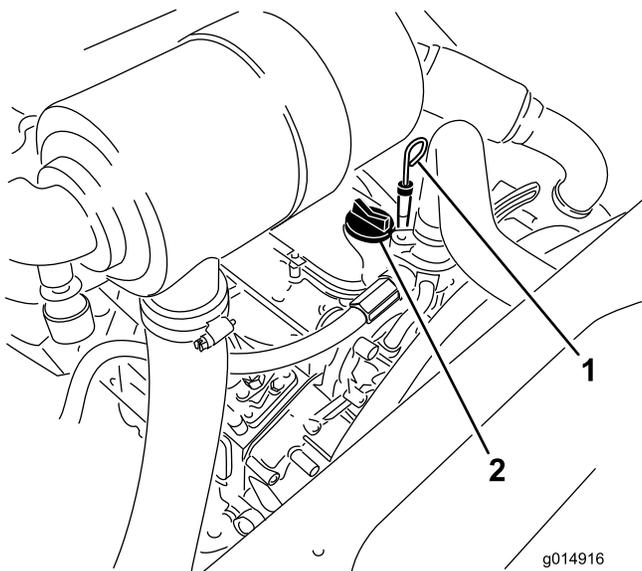

Figura 27
3. Retire a vareta, limpe-a e volte a colocá-la (Figura 27).
5. Se o nível de óleo se encontrar abaixo da marca FULL (CHEIO) da vareta, retire a tampa de enchimento (Figura 27) e adicione óleo até que o nível atinja a marca FULL. **Não encha demais.**